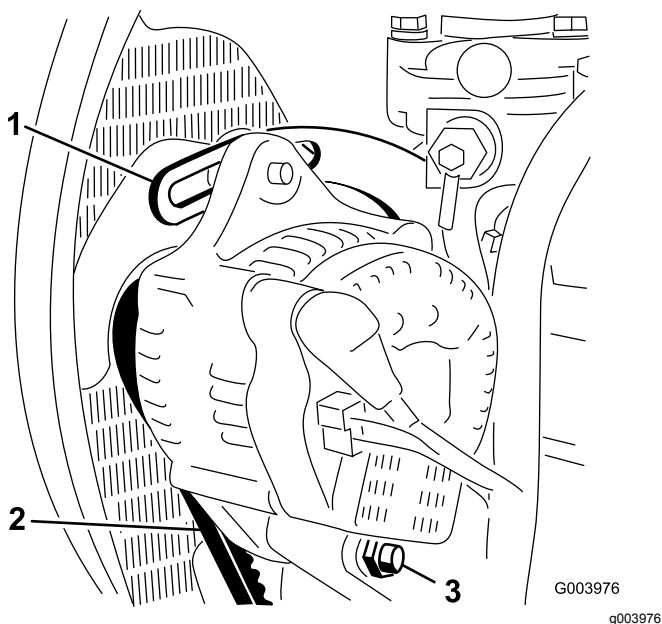

Figura 66
2. Compruebe la tensión de la correa del alternador flexionándola (**Figura 66**) en el punto intermedio entre las poleas del alternador y del cigüeñal con una fuerza de 10 kg (22 libras).
3. Afloje el perno que fija el tirante al motor (**Figura 66**), el perno que fija el alternador al tirante y el perno de pivote.